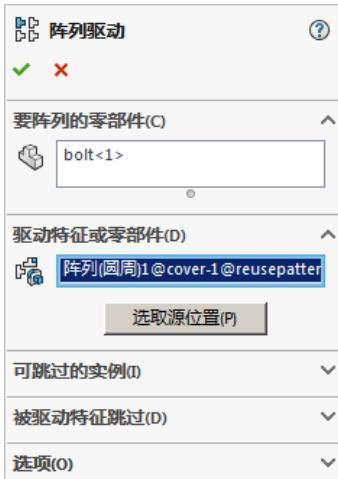

图 7.5.8 “阵列驱动”对话框
Step2. 选择命令。选择下拉菜单 **插入(I)** → **零部件阵列(E)...** → **图案驱动(P)...** 命令，系统弹出如图 7.5.8 所示的“阵列驱动”对话框。